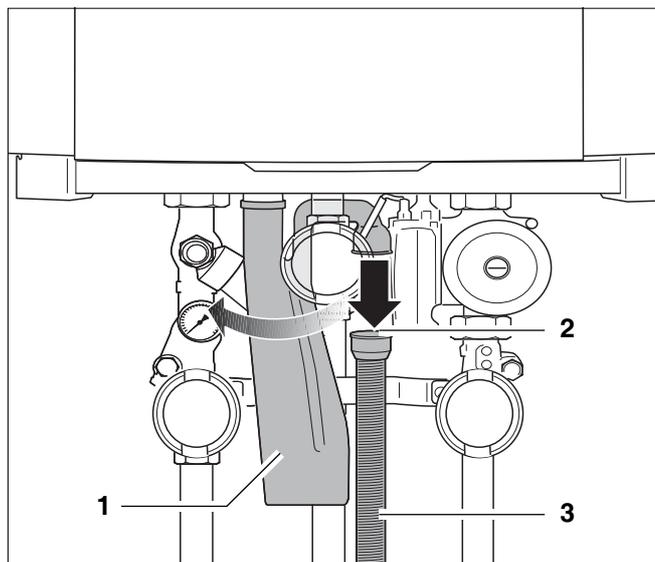

Fig. 99 Allentare il tubo flessibile ondulato
- Allentare il tubo ondulato (fig. 99, **pos. 3**) con il manicotto di gomma (fig. 99, **pos. 2**) dal sifone (fig. 99, **pos. 1**).
- Ruotare il sifone di  $\frac{1}{4}$  di giro in senso orario (fig. 99).